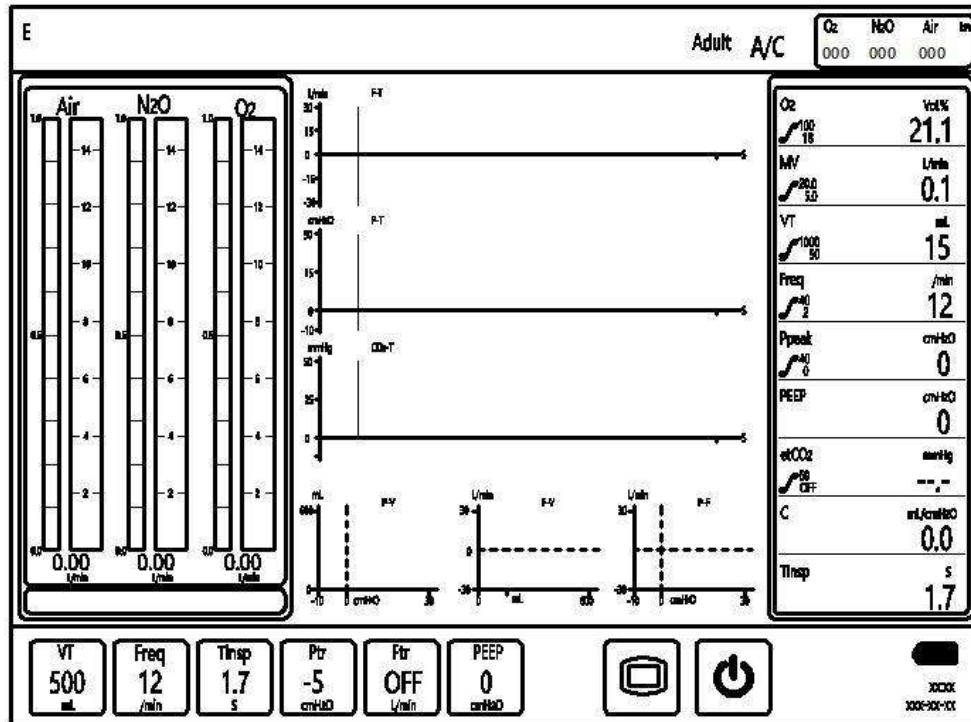

Fig. 26 Superficie del modo A/C
- Toque el botón Confirmar para ingresar al modo de superficie de A/C o gire la perilla (elemento 4 en la fig. 5) hasta el botón Confirmar y presione la perilla (elemento 4 en la fig. 5) para ingresar al modo de superficie de A/C, consulte la fig. 26.